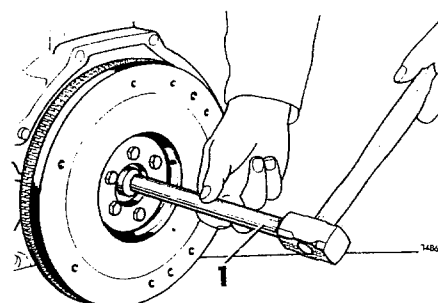

Fig 01-31. Montering av stödlager.
4. Sätt fast lagret enligt fig 01-31.